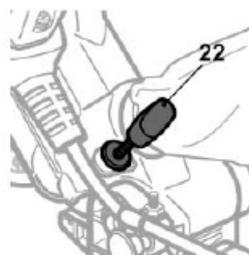

Fig. 21
- > Tournez le bouton de la butée [22] dans le sens des aiguilles d'une montre pour diminuer la profondeur de coupe (Fig. 21).